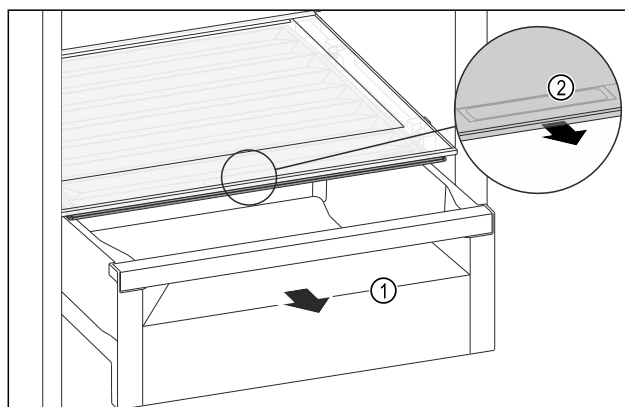

Fig. 206
- Schubfach Fig. 206 (1) herausziehen.
- Griffmulde Fig. 206 (2) am Fachdeckel anfassen und Fachdeckel gleichzeitig nach vorne ziehen.